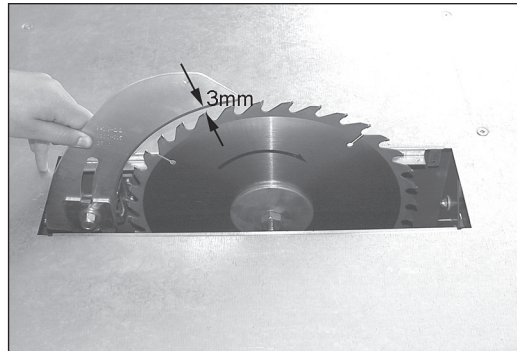

Bild 10.
**OBS!** Avståndet mellan klyvkniven och sågklingan ska vara 3 mm, dra åt skruvarna när avståndet är inställt. Bild 10.